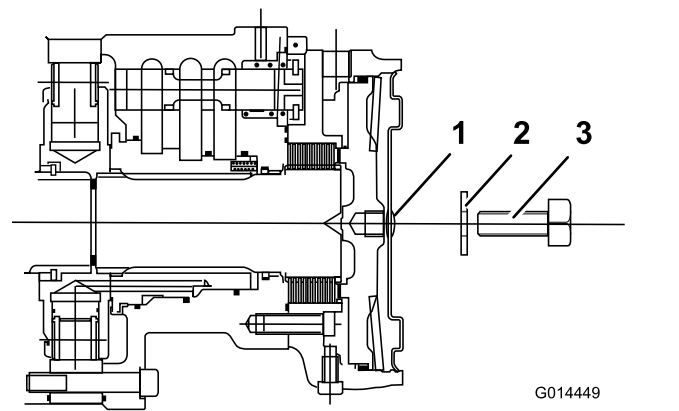

Figure 45
5. Serrez la vis dans le trou fileté du piston de frein jusqu'à ce que le frein soit desserré (Figure 45).
6. Identifiez le frein à disque avant gauche et répétez la procédure précédente (Figure 45).